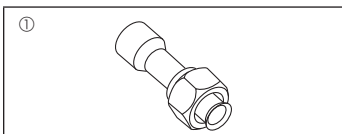

Fig. 1-1
1.6. Accessoires van het buitenapparaat (Fig. 1-1) (RP200/250)